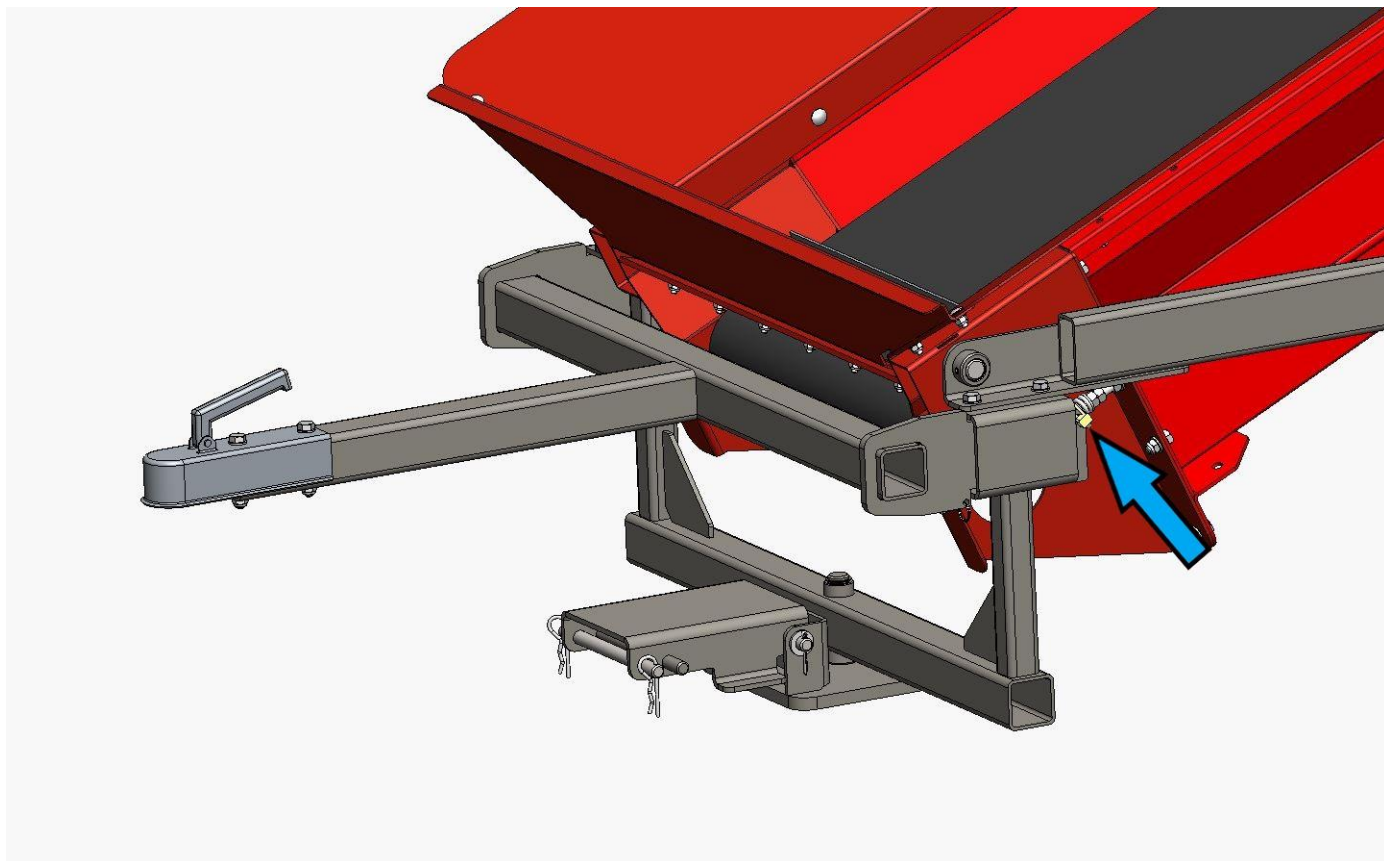

Рис. 7.
2. Установите буксировочную балку конвейера, как показано на рис. 7, и зафиксируйте шплинт (с обеих сторон), обозначенный стрелкой.